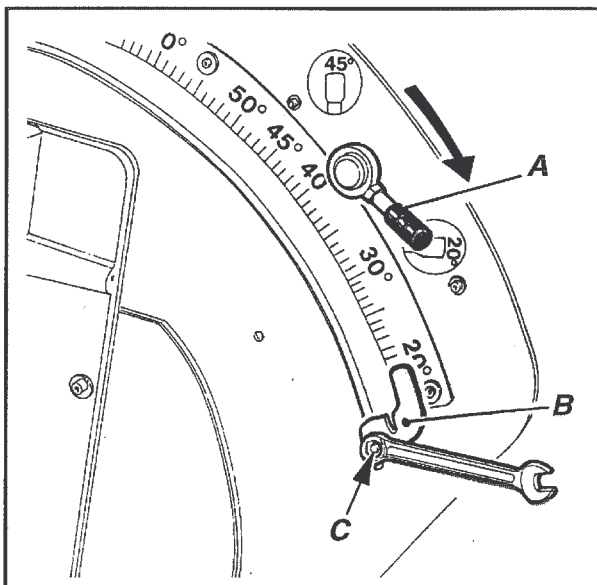

Fig. 08-04
Si possono effettuare tagli ad angolazioni intermedie, posizionando le due battute manuali "B" - Fig. 08-04 nel seguente modo:
- 2) Allentare la vite di bloccaggio "C" - Fig. 08-04.